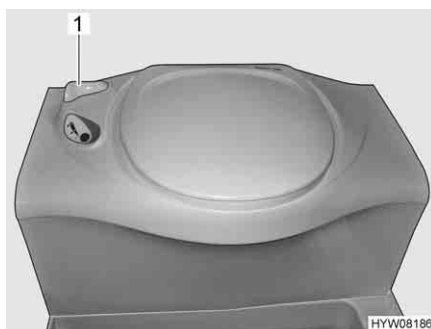

Fig. 176 Toilette Thetford
- Prima di tirare l'acqua, aprire il cursore della toilette Thetford. A tal fine ruotare la leva del cursore (Fig. 176,1) in senso antiorario.
- Dopo aver tirato l'acqua chiudere il cursore. Ruotare la leva del cursore (Fig. 176,1) in senso orario.